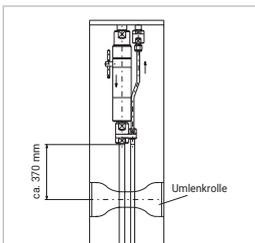

Abbildung 1
- ▶ Verwenden Sie das WEH® Produkt ohne WEH® Zapfsäulenhalterung, so muss eine Umlenkrolle im Abstand von ca. 370 mm zur Unterkante der Abreißsicherung installiert werden (Abbildung 1).